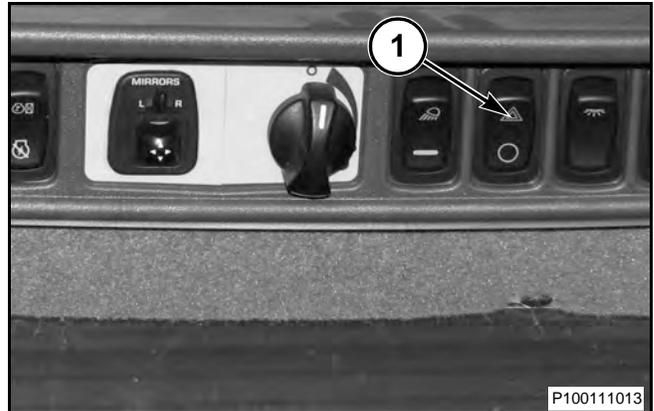

FIG. 9
FIG. 9: El interruptor de advertencia de peligro (1) tiene dos posiciones. Presione la porción inferior del interruptor para la posición desconectada. Al presionar la parte superior del interruptor se activarán las luces parpadeantes de advertencia. El interruptor de advertencia de peligro activa las siguientes luces: